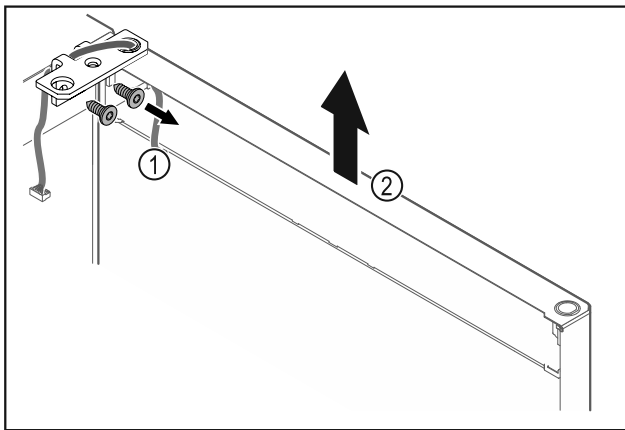

Fig. 28
- Desatornillar la escuadra de bisagra Fig. 28 (1).
- Levantar la puerta junto con la escuadra de bisagra Fig. 28 (2) aproximadamente 200 mm recta hacia arriba y retirar.